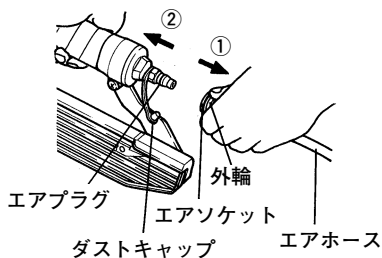

図 4
本機にエアホースを接続する場合はエアプラグからダストキャップをはずし、図4のように、①エアソケットの外輪を引き、②エアソケットをエアプラグにしっかりとさし込んでエアホースを接続します。